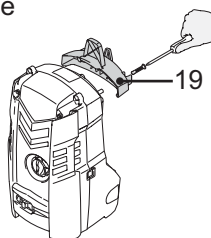
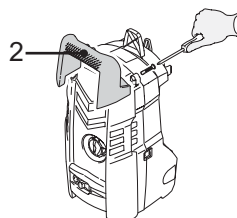

Fig. 1
Fig. 2
1. L'appareil doit être entièrement monté avant d'être utilisé. Fixez le support à accessoires (19) derrière l'appareil avec deux vis (20) (Fig. 1). Puis fixez la poignée (2) avec deux vis (20) (Fig. 2). Serrez la vis (20) avec un tournevis cruciforme adapté